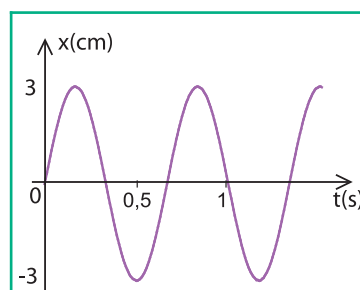

Fig.2 : Enregistrement graphique des oscillations
Un stylet fixé sur le solide (S) permet d'enregistrer l'évolution de l'élongation de son centre d'inertie G en fonction du temps, sur une feuille de papier enroulée sur un cylindre tournant à vitesse constante. En faisant tourner le moteur à la fréquence  $N = 1,5 \text{ tr.s}^{-1}$ , le palet (S) se met à osciller sur le banc de part et d'autre de sa position de repos. Une fois le régime permanent est établi, on réalise un enregistrement graphique qui donne la courbe de la figure 2.